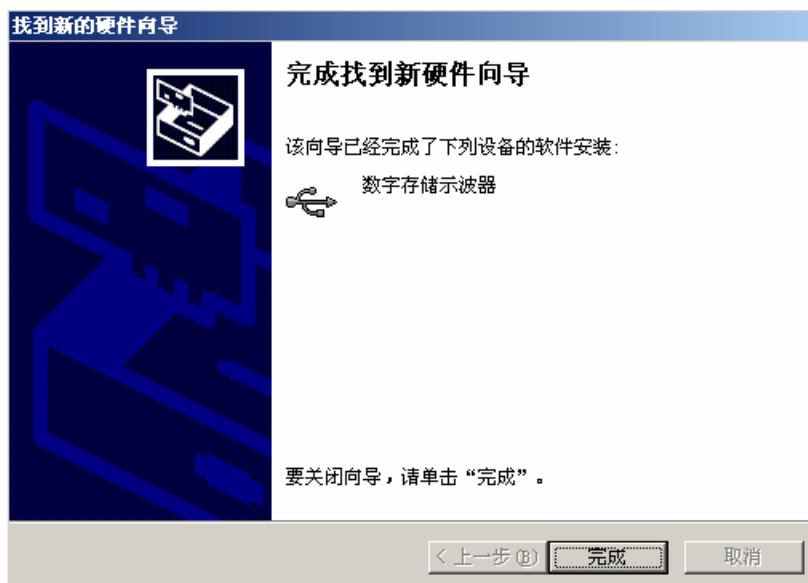

图1-14
- 4、如图1-13所示，数字存储示波器的硬件安装向导，开始自动查找并安装数字存储示波器通讯控制软件的USB驱动程序，安装完毕后自动弹出如图1-14对话框。
- 5、在图1-14中，单击“完成”按钮，直至此步，示波器的USB驱动程序安装完毕，这时数字存储示波器便能与数字存储示波器通讯控制软件之间进行即时通讯和控制。进行使用前请参阅本手册的“第三章 数字存储示波器通讯控制软件操作指南”的第一节 USB接口通讯控制方式的讲解进行操作。